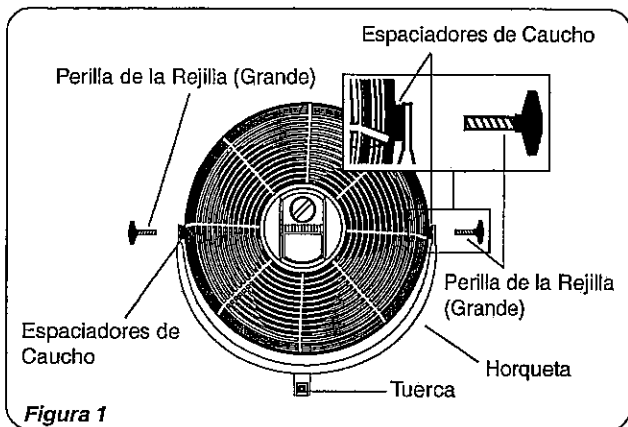

Figura 1
1. Colocar la Cabeza del Ventilador sobre una superficie plana, de manera que el lado delantero quede hacia abajo. Sostener la Horquilla de manera que el lado de la tuerca quede hacia arriba. Fijar flojamente una Perilla de la Rejilla y un Espaciador de Caucho (Goma) en el Ensamblado de la Cabeza. Fijar la otra Perilla de la Rejilla y el Espaciador de Caucho (Goma) en el Ensamblado de la Cabeza y apretar FIRMEMENTE. Regresar a la primera Perilla de la Rejilla y apretar FIRMEMENTE. (Figura 1)